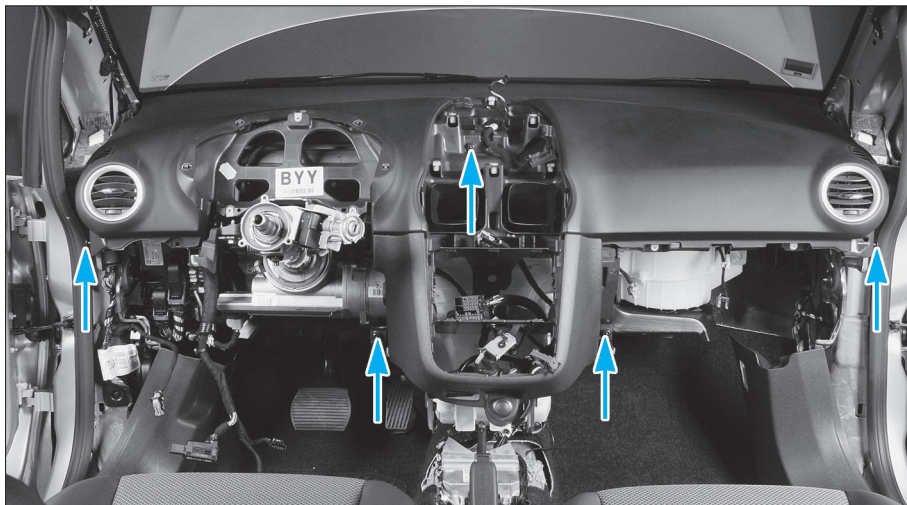

Fig. 30
- Déposer les 5 vis (flèches) (Fig.30).